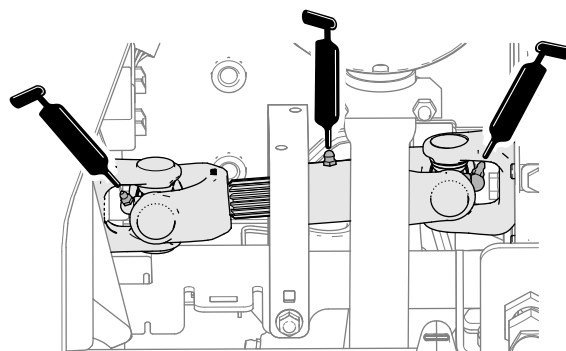

Figure 106
- Joint de cardan d'arbre d'entraînement de pompe (3) (Figure 106)